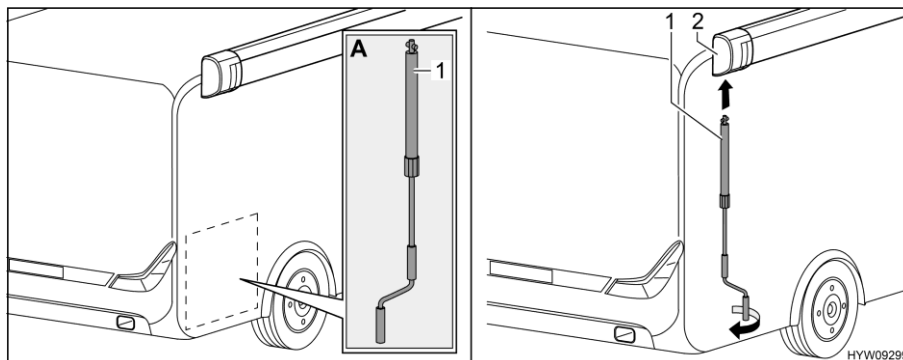

Fig. 28 Mettre la manivelle en place
- Prendre la manivelle (Fig. 28,1) dans le garage arrière (Fig. 28,A).
- Emboîter la manivelle dans la douille à baïonnette (Fig. 28,2) du store extérieur.